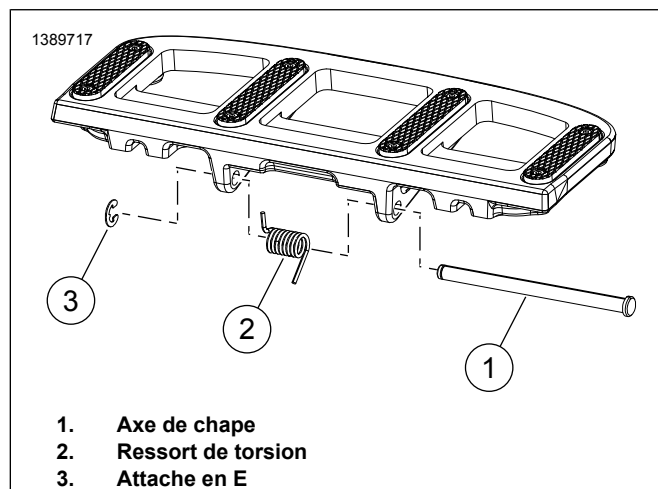

Figure 2. Kit marchepied pilote
1. Figure 2 Retirer l'agrafe en E (3), l'axe de chape (1) et retourner le ressort de torsion (2).
- a. **Kits 50501679, 50501648, 50502256 50502257 :** Figure 2 Insérer l'extrémité la plus courte du ressort de torsion Équipement d'origine (Équipement d'origine) (2) dans le trou le plus en avant du marchepied.